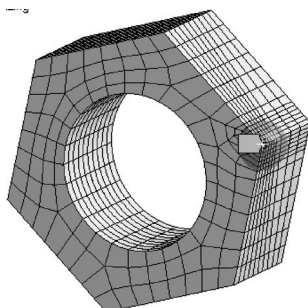

图 4-31 网格模型
4) 单击 Generate，生成网格模型如图 4-31 所示。